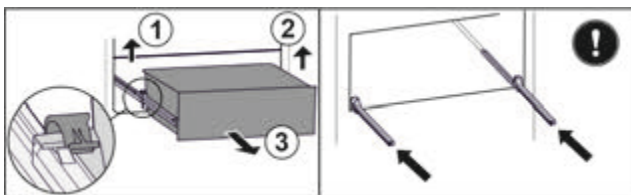

Fig. 43
- ▶ Підняти лівий затискач і одночасно висувний ящик ліворуч потягнути вперед. Fig. 43 (1)
- ▶ Підняти правий затискач і одночасно висувний ящик праворуч потягнути вперед. Fig. 43 (2)
- ▶ Вийняти висувний ящик рухом вперед. Fig. 43 (3)